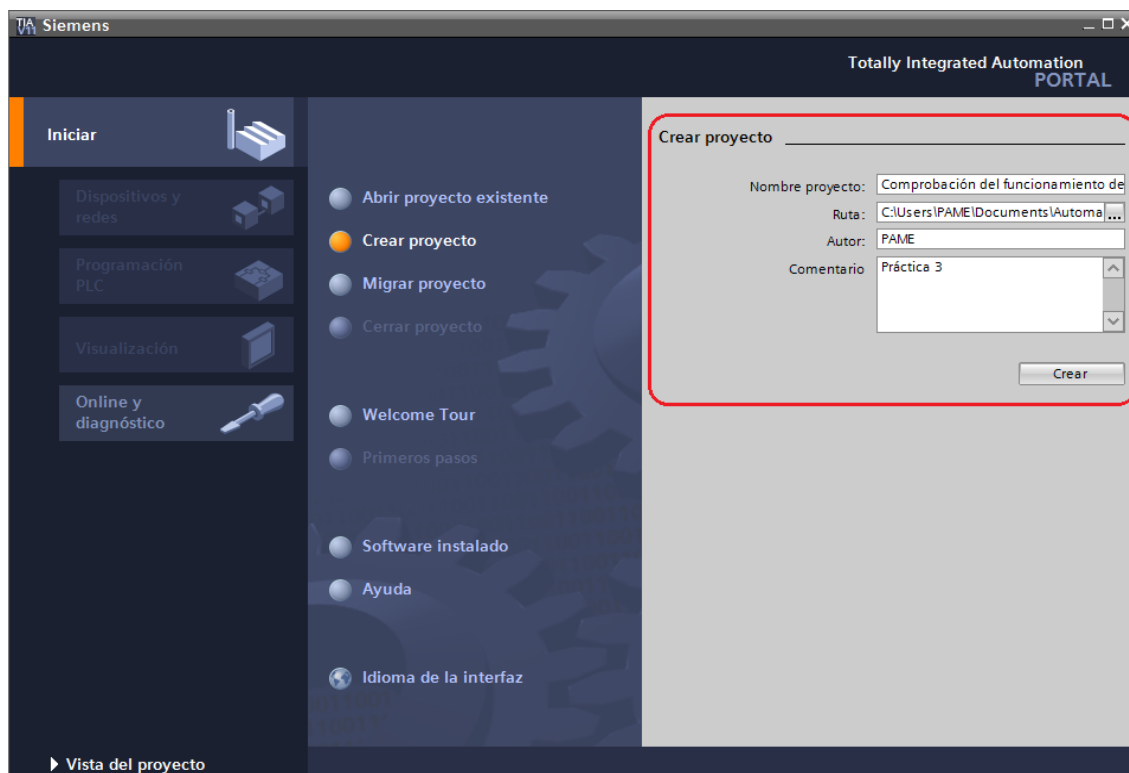

Figura 3. Campos de identificación de proyecto.
5.6. En la ventana inicial seleccionar la opción "Crear proyecto", en donde se visualizará los campos para identificar el nuevo proyecto (Figura 3). Por ejemplo: quien es el autor, comentario, dirección donde quiere que se guarde el proyecto, etc. A continuación dar clic en "Crear".